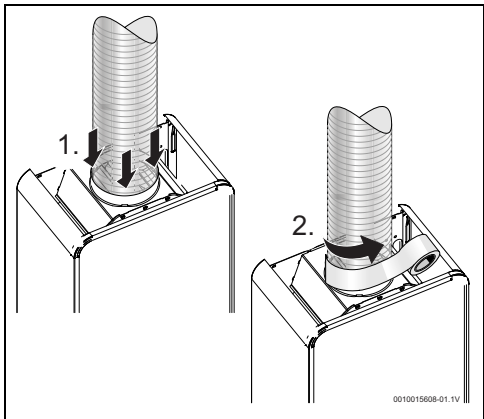

Fig. 13
- ser introduzida no interior do anel da chaminé (→ dimensão do anel na Tab. 4), sem folgas, e apoiada nos encaixes. Na existência de folgas, a ligação tem de ser vedada com material adequado (Fig. 13),